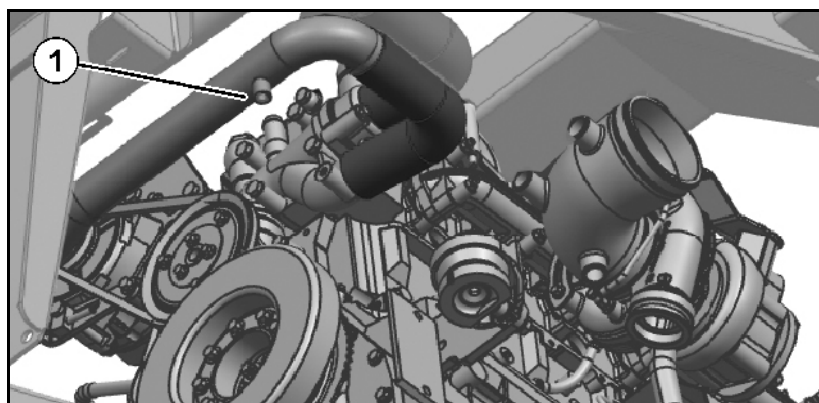

Fig. 160
2. Desprindeți și deșurubați cartușul filtrului de ulei de lubrifiere (Fig. 160/5) cu unelte uzuale comerciale.